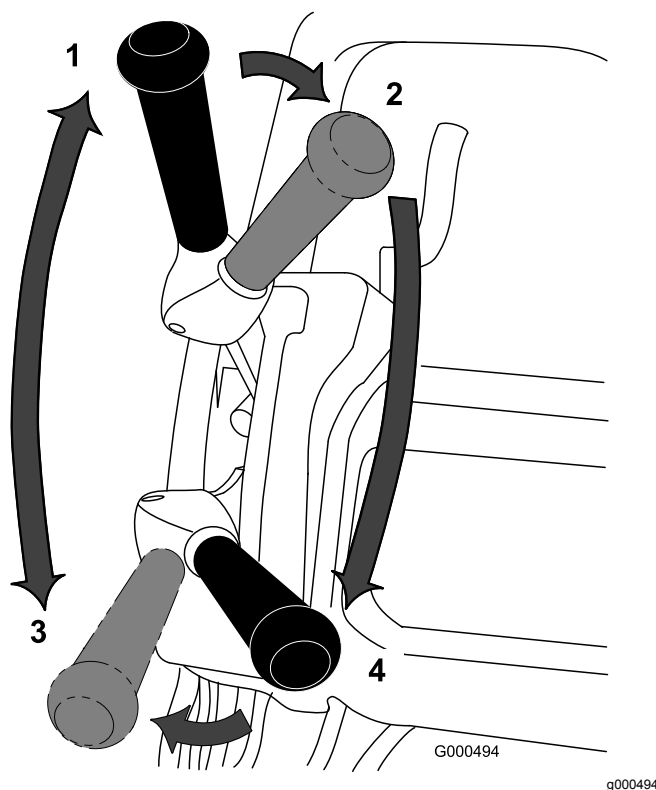

Figura 32
1. Ligue o motor, coloque o acelerador a uma velocidade reduzida, empurre a pega para levantar a unidade de corte, pressione o controlo de presença do operador, desloque a alavanca de tração e de engate da transmissão do cilindro para a posição FRENTE (transporte) e transporte a máquina até uma ponta do relvado (Figura 32).
2. Mova a alavanca para a posição de PONTO MORTO (Figura 32).
3. Mova a alavanca de tração para a posição PONTO MORTO e a de transmissão do cilindro para DESENGATAR (Figura 32).
4. Mova a alavanca de tração para a posição FRENTE e a de transmissão do cilindro para ENGATAR (Figura 32), aumente a velocidade do acelerador até que a máquina se desloque à velocidade pretendida, conduza a máquina para o relvado, desça a unidade de corte para o solo e comece o corte.